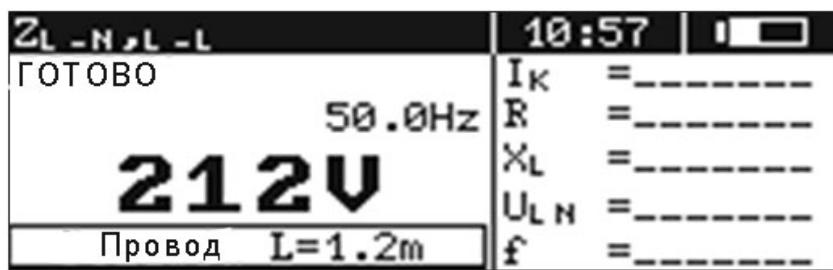
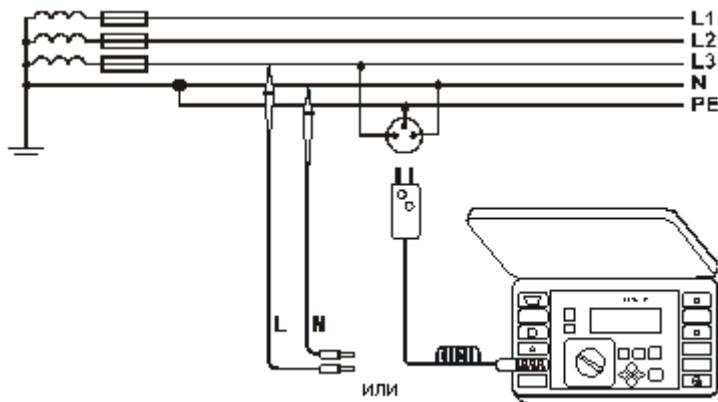

Рис.5. Измерение переменного напряжения для функции $U_{L-N,L-L}$, $Z_{L-N,L-L}$
Рис.10. Измерение напряжения и полного сопротивления петли короткого замыкания в рабочей цепи (L-N)
Измеритель фиксирует и показывает напряжение переменного тока и частоту сети во всех измерительных функциях за исключением R_{ISO} (для функции -только напряжение). Напряжение измеряется для частоты в пределах 45..65 Гц как True RMS, без устранения (с учетом) возможной постоянной составляющей. Если частота измеряемого процесса не умещается в указанных границах, то вместо ее величины показывается соответствующее сообщение: $f < 45$ Гц или $f > 65$ Гц. Только для функции $U_{L-N,L-L}$, $Z_{L-N,L-L}$ или U_{L-PE} , Z_{L-PE} напряжение отображается как главный результат (Рис.5). Измерительные провода следует подключить согласно Рис.10 или Рис.11.
- измерительные провода подключить согласно Рис.10, 11 или 12;
Последний результат измерения помнится до момента повторного нажатия клавиши **10** или смены положения переключателя **9**. После записи результата в память измеритель переходит в режим отображения напряжения (Рис.5) и линейка выбора параметров гаснет.